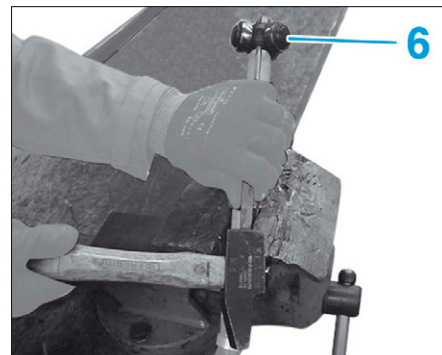

FIG. 14
- Déposer, à l'aide d'un marteau et d'un chasse-goupille, le tripode (6) (Fig.14).
- le tripode (6) (Fig.14),